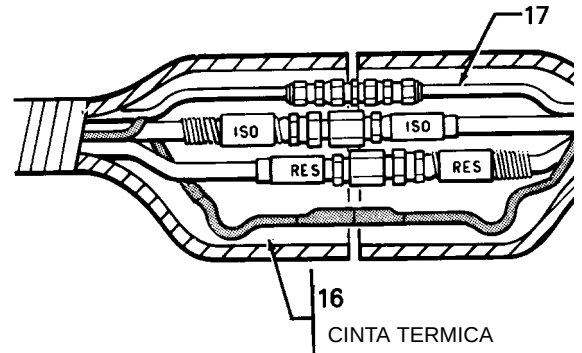

Fig. 2
9. Montar las mangueras calentadas principales (102).
- Conectar las mangueras de fluido correspondientes de cada conjunto de 50 pies (15,2 m). Ver Fig.2
- Unas pulgadas detrás de los conectores de la cinta térmica, doblar la cinta térmica A AMBOS LADOS DE LOS CONECTORES para reducir la parte floja. Ver Fig. 2. A continuación acoplar las cintas térmicas.